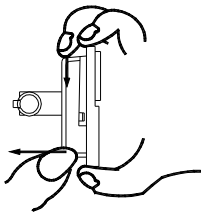

Bild 3
- Mit der anderen Hand das Innenchassis vorsichtig vom Aussenchassis herausziehen (siehe Bild 3).